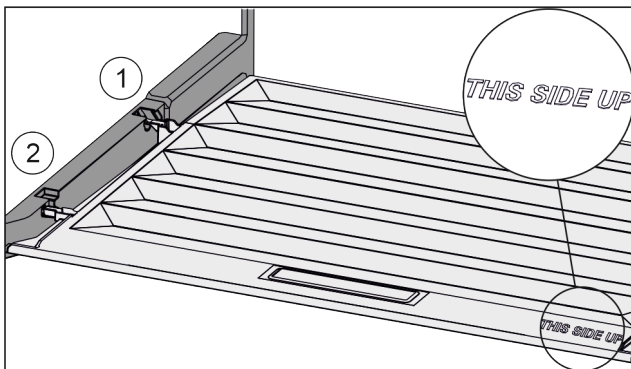

Fig. 109
- ▶ Пъхнете шийките на капака през отвора в задния държач Fig. 109 (1) и фиксирайте отпред в държача Fig. 109 (2).